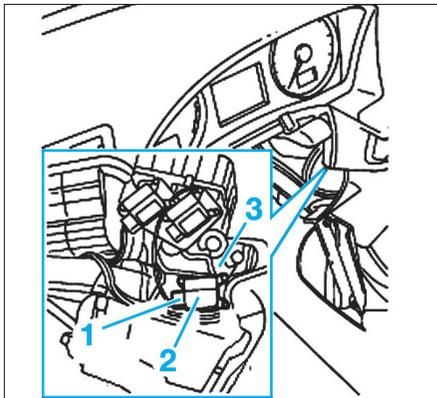

Fig. 34
- Débrancher le connecteur électrique (1) (Fig.34).
- Déposer les vis de fixation du moteur (2).
- Déposer le servomoteur de brassage d'air gauche (3).